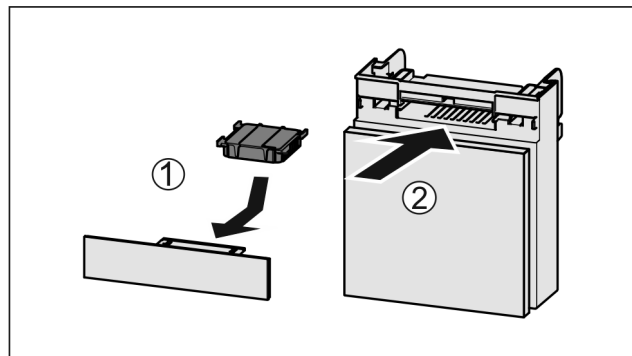

Fig. 94
- ▶ 按图装入 Fig. 94 (1) 活性炭过滤器。
- ▶ 推入 Fig. 94 (2) 抽屉。